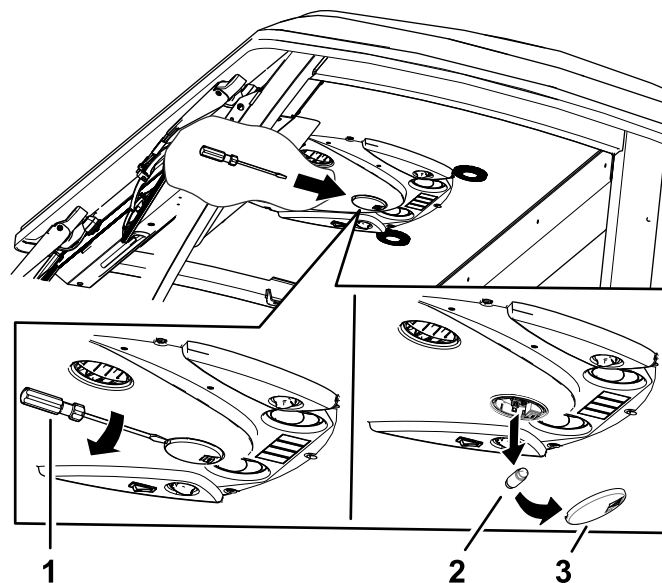

図 86
1. ねじ回しを使ってコントロールパネルからレンズを外す 図 86。
2. ベースから電球を外す 図 86。